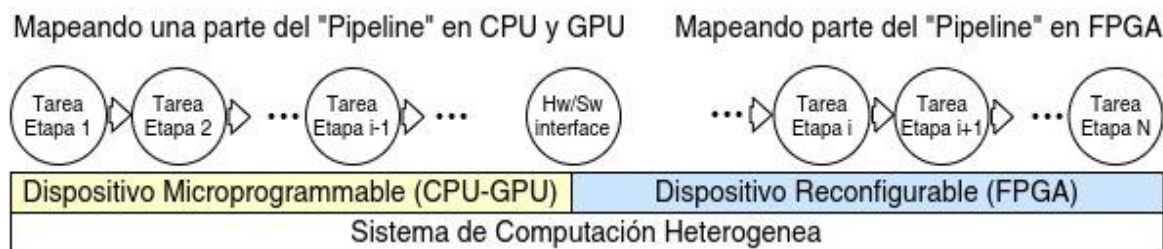

Figura 1. Diagrama demostrativo del patrón de cómputo “Pipeline” particionado entre CPU, GPU y FPGA (simulado) en un sistema de computación heterogénea.
**8)** Se debe implementar el “pipeline” simulando el CPU, el GPU y el FPGA con tareas paralelas de software en openCL (Ver **Figura 1**). Además, el “pipeline” se debe implementar como una plantilla en C++ que reciba como parámetros la matriz **M** (archivo de entrada), su tamaño o dimensión, el número de etapas del “pipeline”, las tareas de cada etapa del “pipeline” y el archivo de salida.